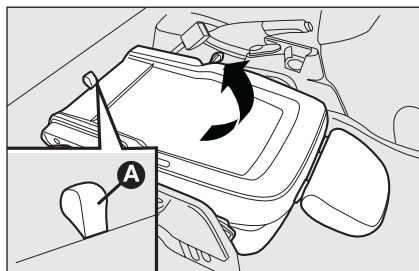

fig. 24
- empoigner la languette **A-fig. 24** et soulever le dossier vers le haut;